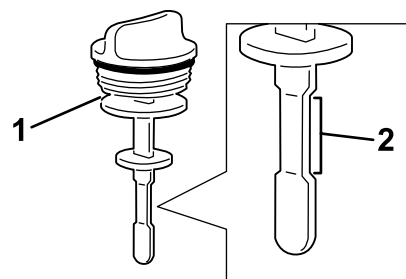

Figure 87
4. Ressortez la jauge et v rifiez le niveau de liquide (Figure 87).